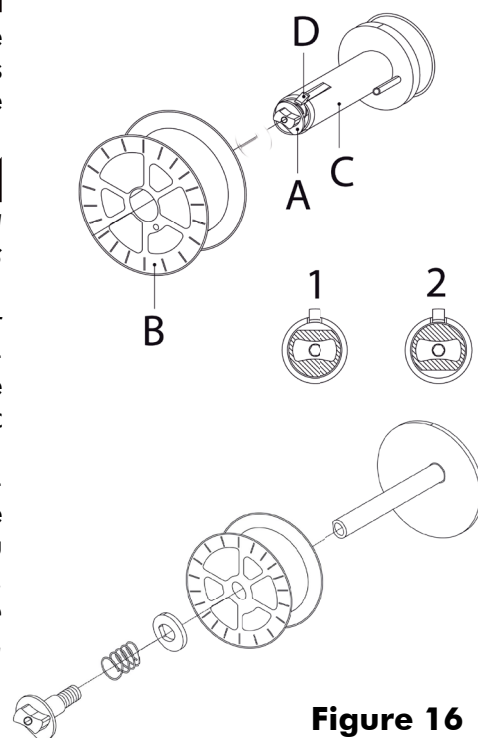

Figure 16
- Ouvrir le panneau latéral du logement de la bobine. Dévisser l'écrou (A) de l'arbre en le tournant de 180° (position 1) (tambour du frein). Enlever le collier (E); durant le changement de bobine, extraire le rochet vide en appuyant sur le téton à déclic (D). (Fig. 16)
- Enlever l'enveloppe de la bobine et la placer sur l'arbre. Remonter les colliers (E/F, seulement pour les bobines de 5Kg, le collier plus petit E doit être monter entre la bobine et le paroi du arbre) et enfin revisser l'écrou (A) le tournant 180° (position 2). **La soudeuse peut également accepter des bobines de 100mm de diamètre. Pour le montage, suivre les instructions ci-après:**
- Enlever de l'arbre (C) la bobine montée (B).
- Dévisser le volant (A), extraire le ressort et la rondelle interne; enlever l'arbre (C) de l'axe.
- Glisser sur l'axe la bobine de 0,8 kg; introduire la rondelle, l'entretoise (G) et le ressort.
- Revisser le volant (A).